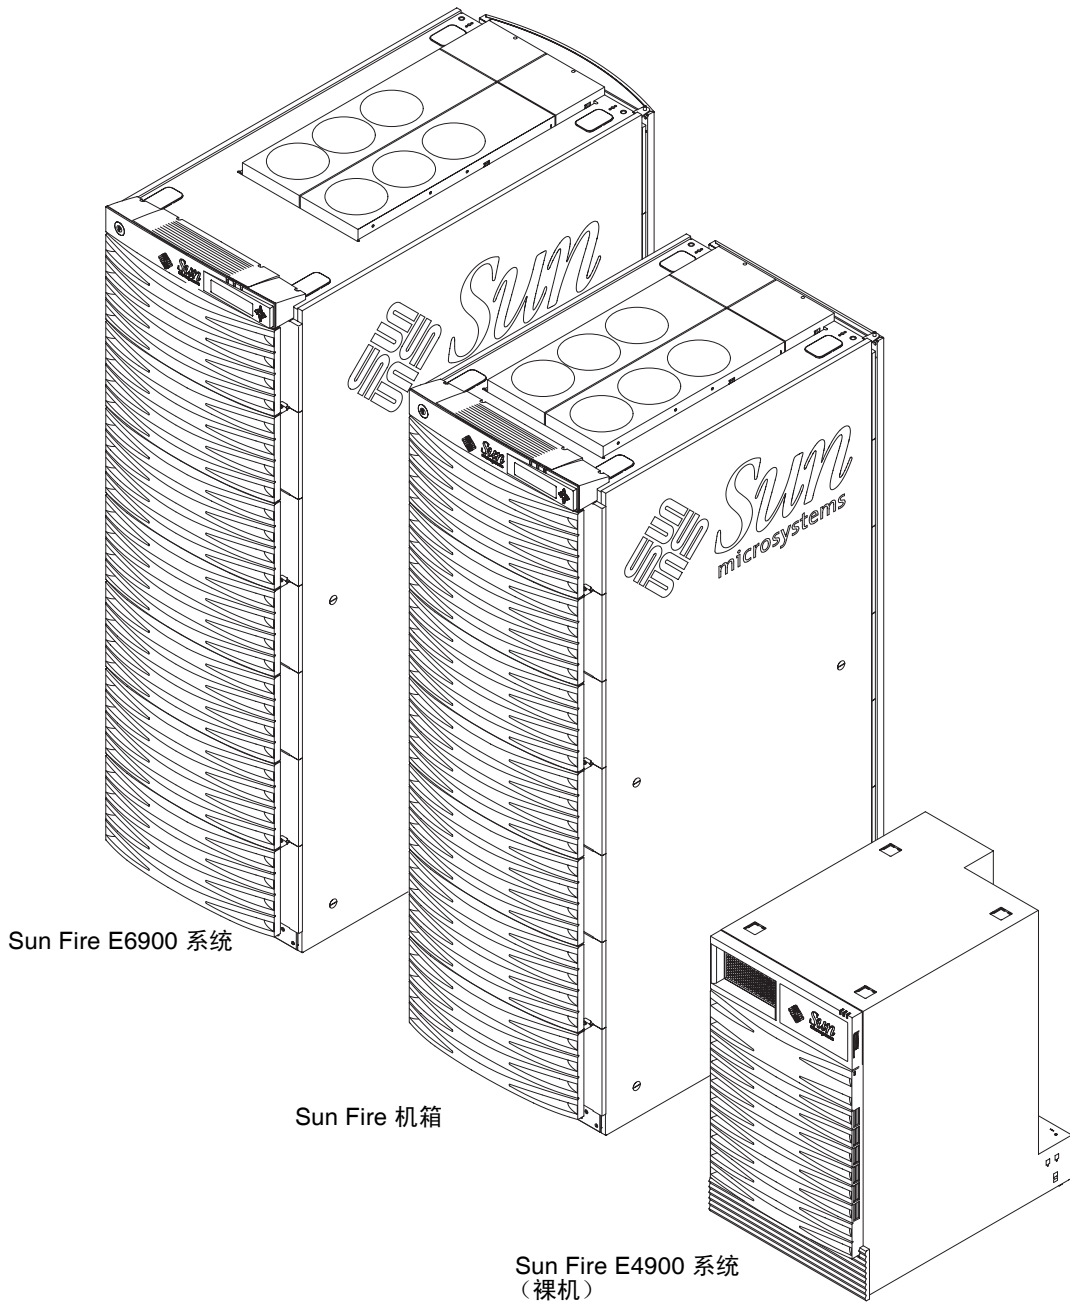

图 1-1 Sun Fire 系统和 Sun Fire 机箱
- 图 1-1 Sun Fire 系统和 Sun Fire 机箱 1-2